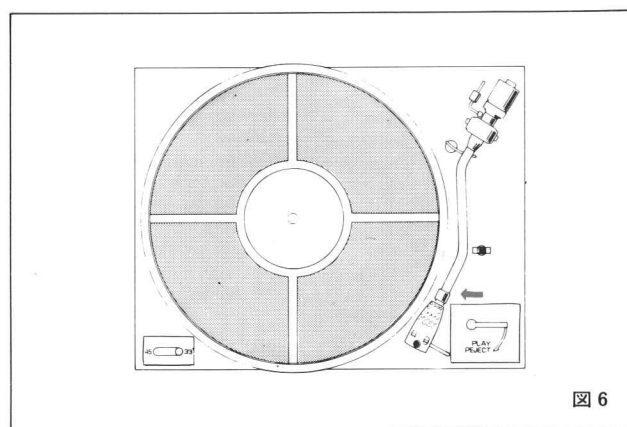

図 6
- ① トーンアームをアームレストから外し、アームをターンテーブルとアームレストの間にセットします。この時ターンテーブルは回転を始めます。（図6）
- ② 針先保護のため針圧調整終了まで針カバーは上げないでおきます。